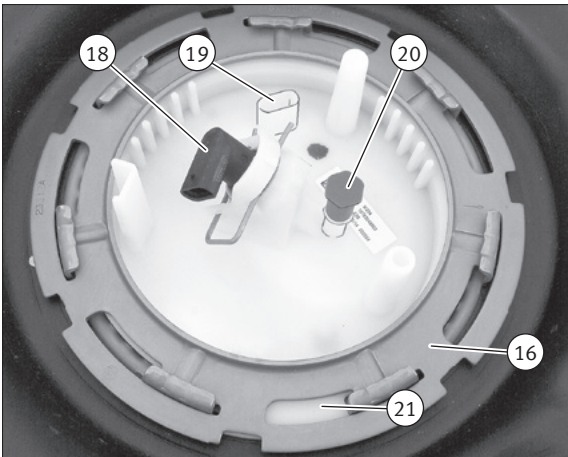

Abb. 6/Fig. 6/Puc. 6/图6
- 将新油箱传感器单元和密封环(17)一起装入油箱内。同时将燃油管路和燃油供给模块一起穿过狭窄的通道置于油箱另一侧(图6)。